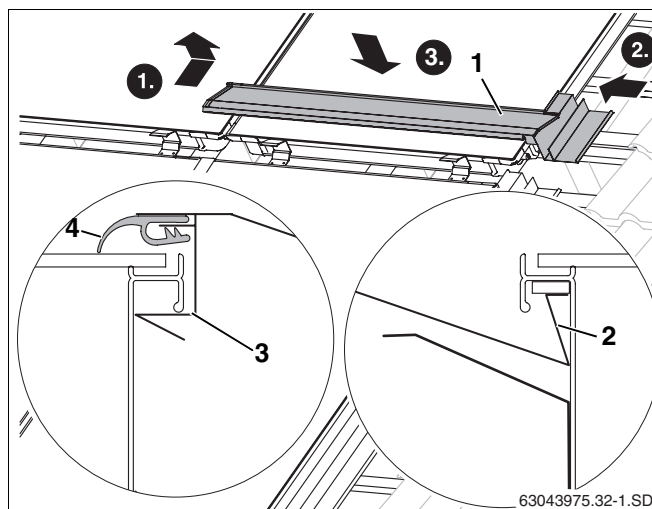

Fig. 51 Colocar a primeira chapa de cobertura central
- ▶ Colocar a dobra da chapa de cobertura (fig. 51, **item 2**) na pega da moldura do colector.
- ▶ Introduzir a chapa de cobertura (fig. 51, **item 1**) no colector e na chapa de cobertura lateral direita.
- ▶ A chapa encaixa, por meio de pressão em cima na chapa de cobertura, por baixo da pega da moldura do colector (fig. 51, **item 3**).
- ▶ Colocar o ressalto de borracha (fig. 51, **item 4**) em cima sobre o colector e puxar à frente.